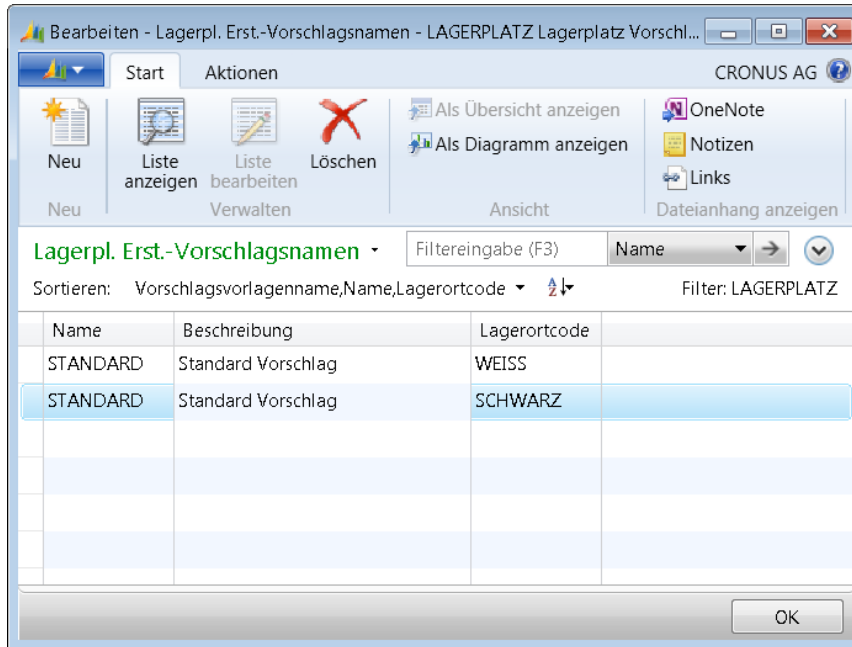

Abbildung 6.4 Lagerplatzerstellungsvorschlagsnamen für den Lagerort SCHWARZ
9. Klicken Sie im Menüband auf die Schaltfläche *Neu* und erstellen Sie einen Vorschlagsvorlagenamen für den Lagerort SCHWARZ (siehe Abbildung 6.4).